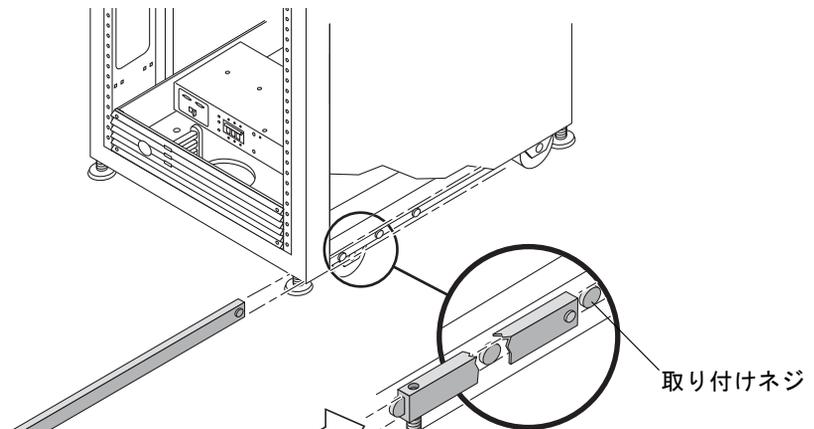

図 2-4 右安定脚の取り付け
3. システム下部の 3 本の取り付けネジに被さるようにして右安定脚を滑り込ませて (図 2-4)、脚を完全に伸ばします。